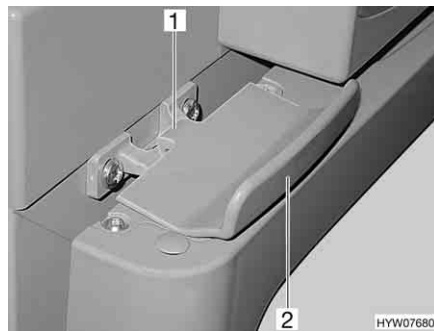

Fig. 141 Bloccaggio della porta del frigorifero, chiuso (Thetford)
*Apertura:* ■ Aprire la porta del frigorifero tirando la maniglia (Fig. 141,2). Il bloccaggio (Fig. 141,1) si sblocca automaticamente.